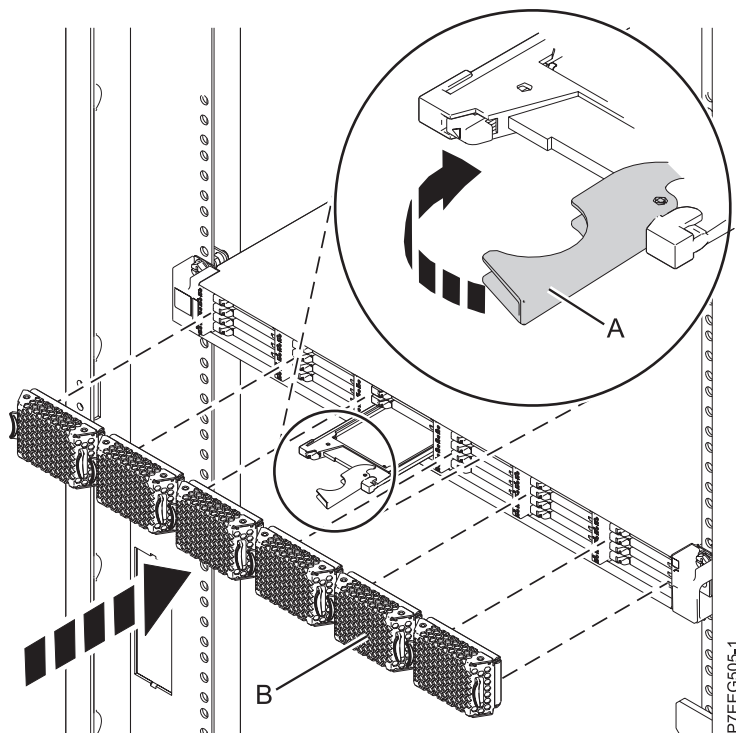

Figura 43. Sustitución de una unidad de estado sólido en Alojamiento de almacenamiento 5888 PCIe.
4. Cuando el LED de identificación de la unidad de estado sólido se encienda de manera fija, deslice la unidad de estado sólido hasta el fondo de Alojamiento de almacenamiento 5888 PCIe y asegúrese de que queda totalmente encajada. A continuación, gire el asa (A) hasta la posición de bloqueo. Consulte Figura 43 en la página 73.
6. Instale la placa frontal (B).